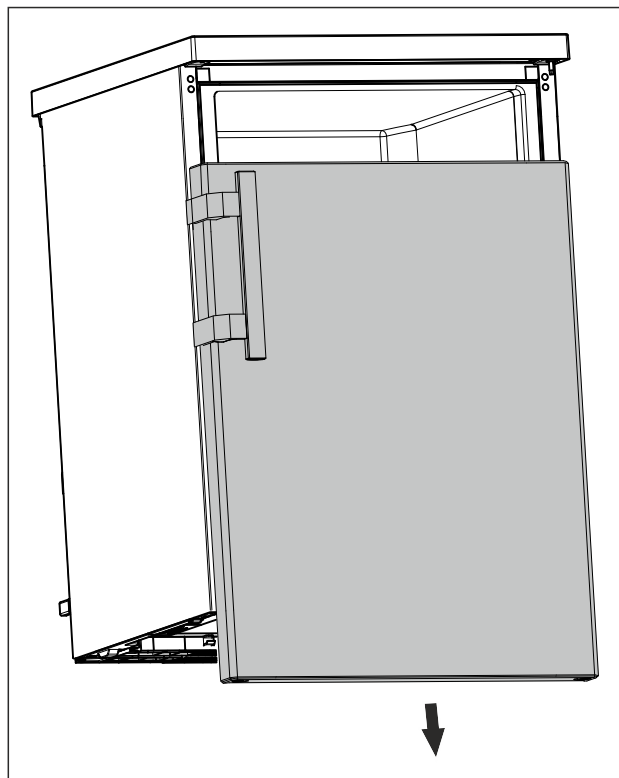

Fig. 16
- ▶ Desmontar la puerta hacia abajo. (consulte Fig. 16)